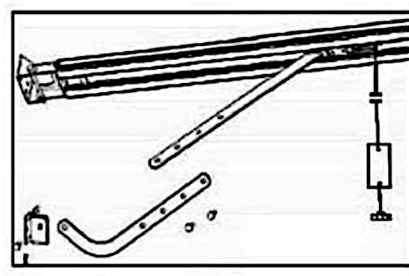

Fig.8
4. Sujete el Brazo "L" al Soporte del Portón con Tornillos y Tuercas. Fije un Extremo del Brazo Recto al Carro del Riel y el otro Extremo al Brazo "L" y Compruebe que el Brazo del Portón se Mueve Libremente. (Fig.8)